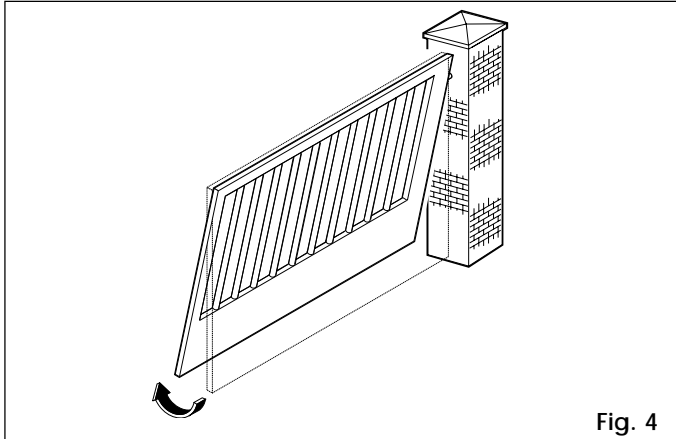

Fig. 4
- tourner le vantail sur l'axe de la charnière supérieure (fig. 4).